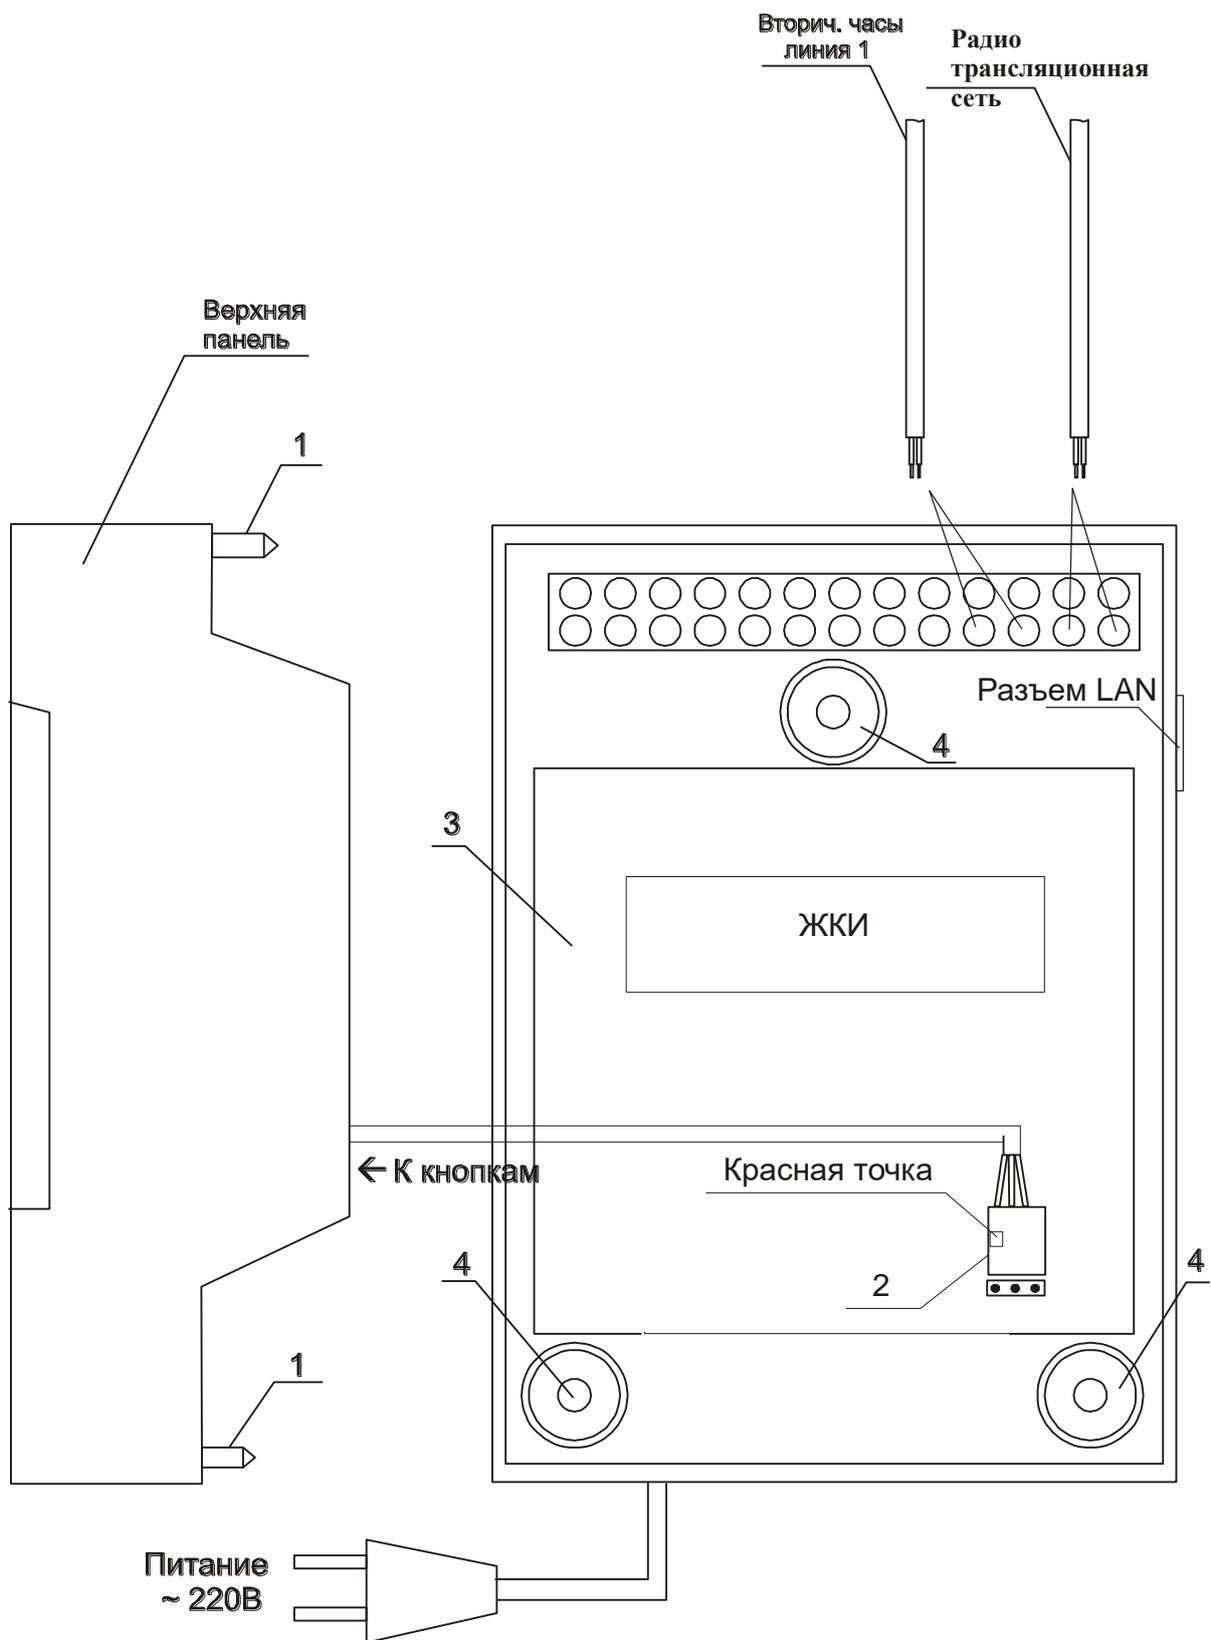

Рис. 1.
4.1. Выверните четыре винта 1, расположенных на верхней панели часовой станции ЧС (см. Рис.1). Осторожно снимите верхнюю панель и отсоедините разъем 2, соединяющий кнопки с печатной платой 3.
4.4. Подсоедините линию вторичных часов и линию радиотрансляционной сети к клеммной колодке станции в соответствии со схемой рис. 1.